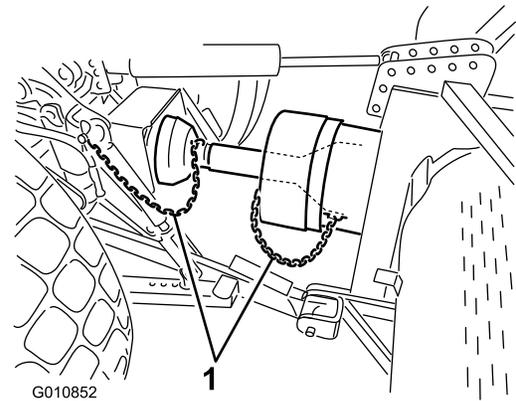

Figura 22
6. Collegate le catene di sicurezza alla protezione della presa di forza e alla staffa dell'unità motrice (Figura 22). Le catene devono rimanere lente quando l'arieggiatore è sollevato o abbassato.